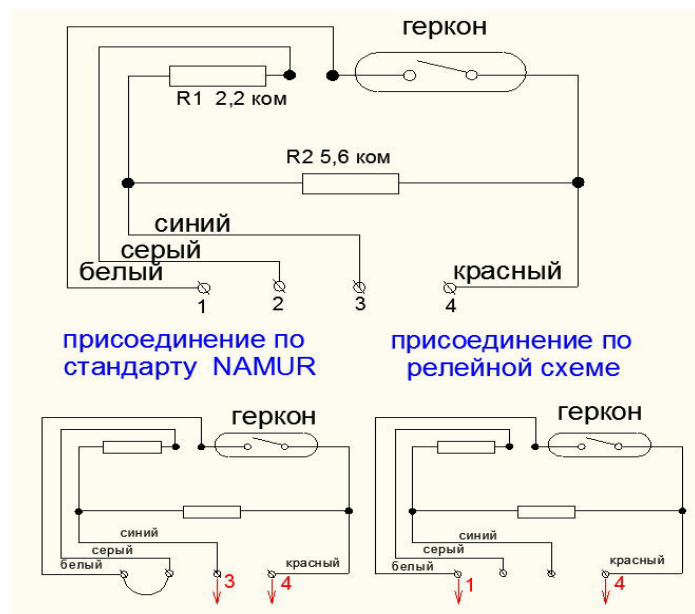

Рисунок 3. Схема импульсного выхода.
7.2. Импульсный выход решен по 4-х проводной схеме (см. рис.3), что позволяет подключать счетчик как к обычным релейным считывающим устройствам, так и к устройствам, поддерживающим стандарт NAMUR (DIN EN 50227, DIN 192234). Стандарт NAMUR предусматривает возможность контроля считывающим устройством обрыва провода и короткого замыкания. Для этого в цепь геркона включены два дополнительных сопротивления.